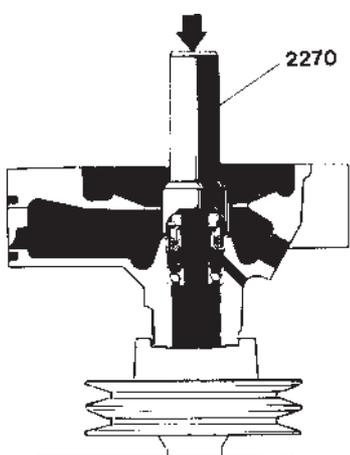

Fig. 202. Montage de l'étanchéité
12. Poser la bague déflectrice avec la bride tournée du côté opposé au roulement et remonter la bague d'étanchéité à fond contre la surface à l'aide de l'outil 2270 (figure 202).